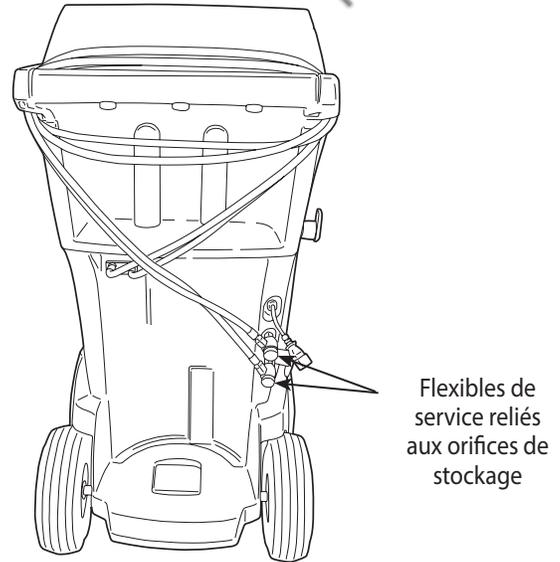

Figure 2
2. Quand vous y êtes invité, branchez les flexibles de service de la machine sur leurs orifices de stockage, comme illustré sur la figure 2.